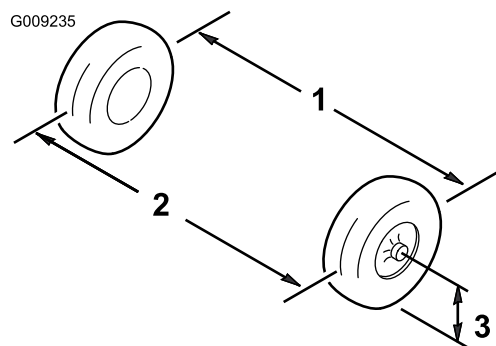

Figure 57
1. Mesurez la distance entre les roues avant à hauteur d'essieu, à l'avant et à l'arrière des roues (Figure 57).